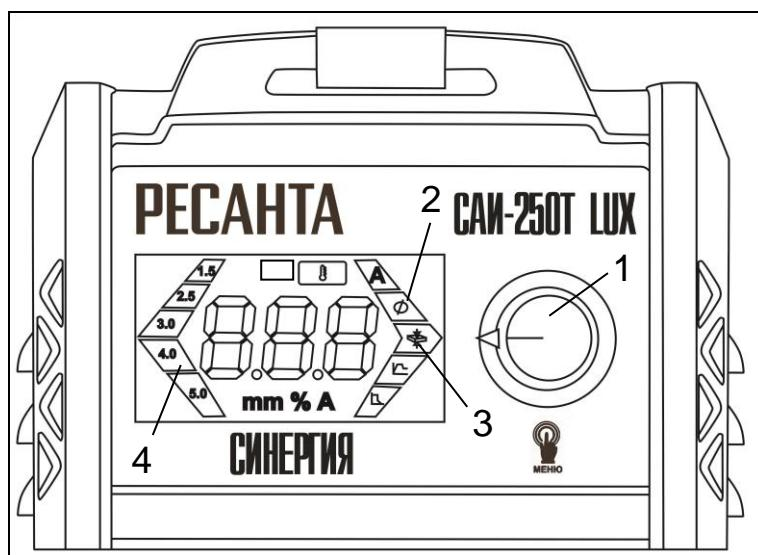

Рис.3 Управления режимами/функциями в синергетическом режиме
1.Переключение аппарата в Синергетический режим осуществляется путем длительного нажатия на регулятор 1 (рис.3). При каждом нажатии осуществляется переключение между функциями:
2. Выбор электрода осуществляется путем вращения регулятора 1(рис.3). При этом на дисплее указывается ток, подходящий для выбранного электрода.
3. Установка величины толщины металла 3(рис.3) осуществляется вращением регулятора 1(рис.3) для более точной подстройки параметров. После фиксации толщины металла на дисплее отобразится диаметр электрода и величина тока.
В Синергетическом режиме функции Горячий старт 5(рис.3) и Форсаж дуги 6(рис 3) работают автоматически.
Переключение сварочного аппарата из Синергетического режима в режим Ручного управления необходимо осуществить длительное нажатие на регулятор 1(рис.3).
- При завершении шва отведите электрод немного назад, чтобы заполнилась сварочная ванна, а затем переместите электрод на верхний край сварочной ванны (Рис 6 (1-2 рис.3)) и быстро отведите от кратера (Рис 6 (3 рис.3)).